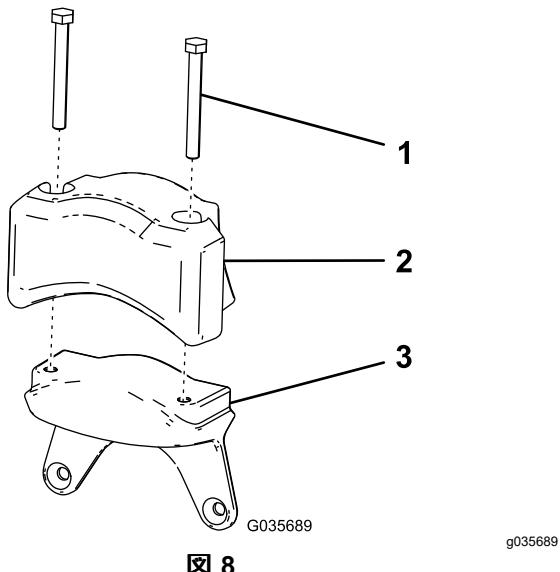

図 8
- 電気モータのカウンタウェイトを外す (ページ 4)で外したキャップスクリュ $5/16" \times 2\frac{3}{4}"$ 2 本とカウンタウェイトを、新しいウェイトに組み付ける図 8。